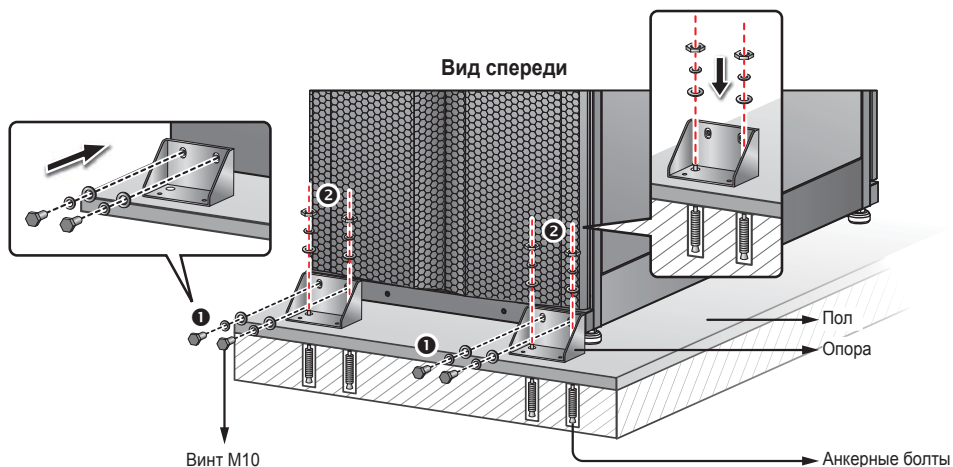

Рис. 5-2. Установка опор спереди
- 3 Торцевым ключом на 16 мм отверните 4 винта M10 ❶ и снимите с поддона две опоры, фиксировавшие ИБП при транспортировке. Прикрепите две опоры этими винтами к ИБП спереди. Для фиксации ИБП прикрепите опоры к полу анкерными болтами ❷ с гайками. Анкерные болты приобретаются отдельно. См. **Рис. 5-2**.